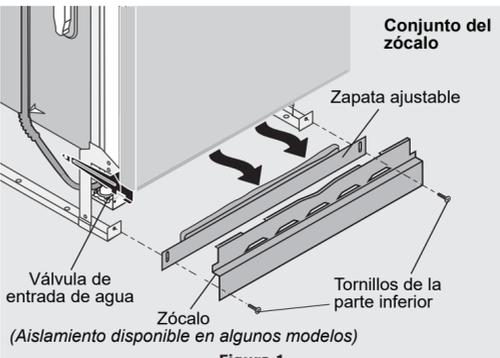

Figura 1
- Retire los dos (2) tornillos que están al frente del conjunto del zócalo con un destornillador cruciforme #2.
- Incline y empuje hacia el frente para retirar. Véase la figura 1.